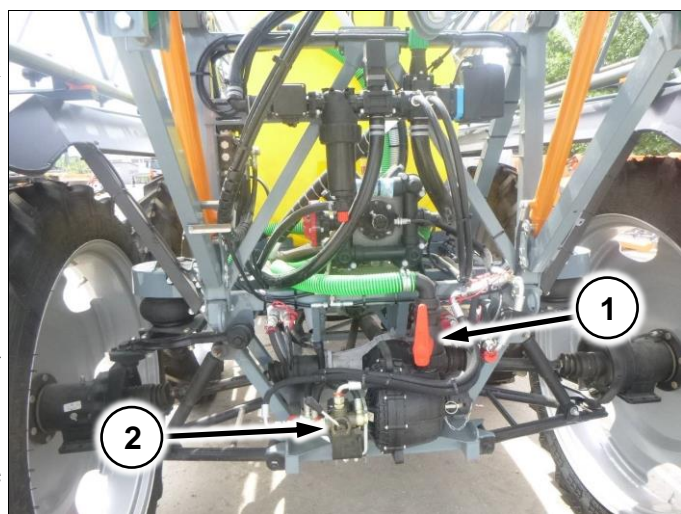

Рис. 164
1. Подсоедините шланг от заправщика к заправочному крану 2” и откройте кран (Рис. 164/1)
2. Переключите гидрораспределитель (Рис. 164/2)
6. Выключите помпу, закройте кран, отсоедините заправочный шланг, переключите гидрораспределитель (Рис. 164/2)